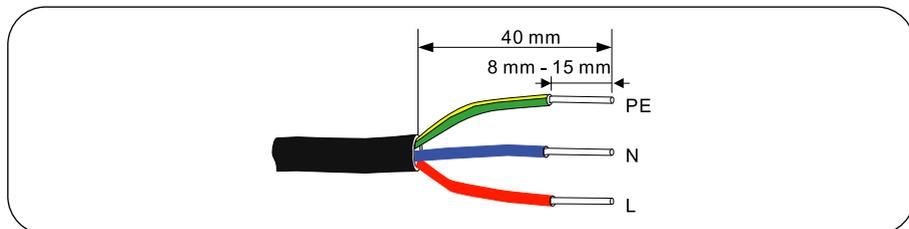

Figura 18
- Rimuovere la guaina esterna del cavo di 40 mm (attenzione a non incidere la guaina isolante del singolo conduttore) e spellare l'isolamento dei singoli conduttori per una lunghezza di 8-15mm.(vedere Figura 18).